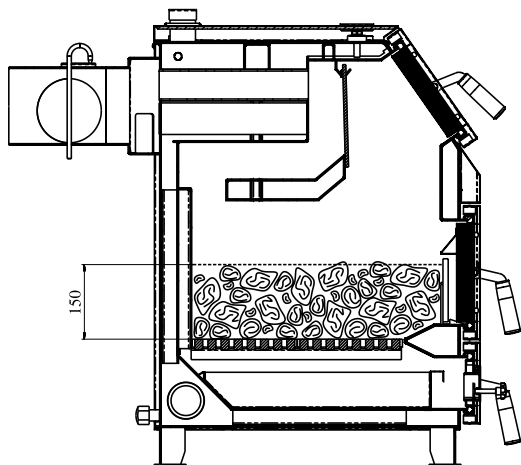

Рис.2 Заполнение котла топливом для номинального режима
5.4.3 Добавьте очередную порцию топлива, когда разгорится первый слой основного топлива. Для работы котла в номинальном режиме (рис. 2) поддерживайте слой топлива на колосниковой решетке около 150 мм.